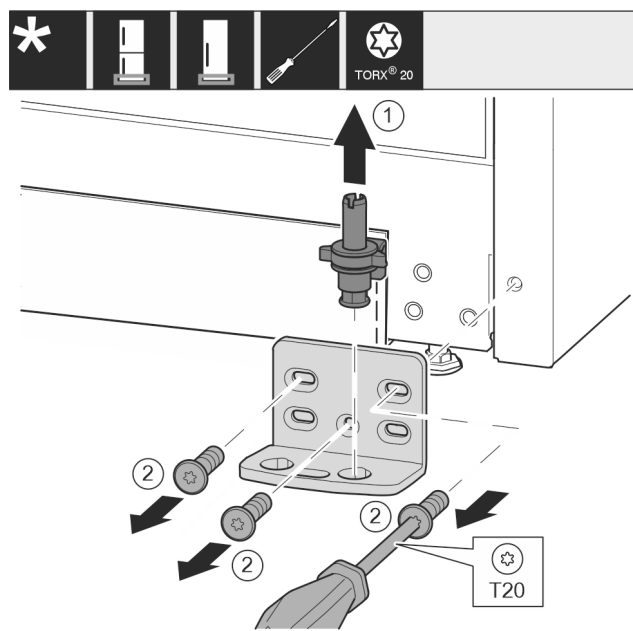

Fig. 15
- ▶ Kompletną płytkę zawiasu wyjąć w górę. Fig. 15 (1)
- ▶ Śruby wykręcić przy pomocy śrubokręta T20 i zdjąć płytkę zawiasu. Fig. 15 (2)